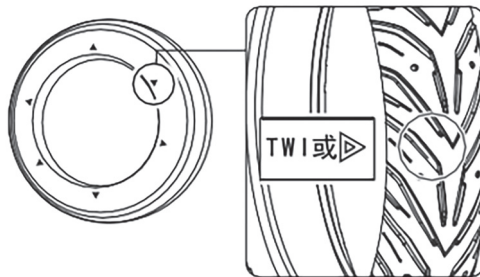

Рисунок 1. Специальные метки
1. Для определения степени износа на протекторе имеются специальные метки (рисунок 1). Когда покрышка изнашивается до этой отметки, ее больше нельзя использовать. На место расположения метки указывает маркировка TWI со стрелкой на боковине.